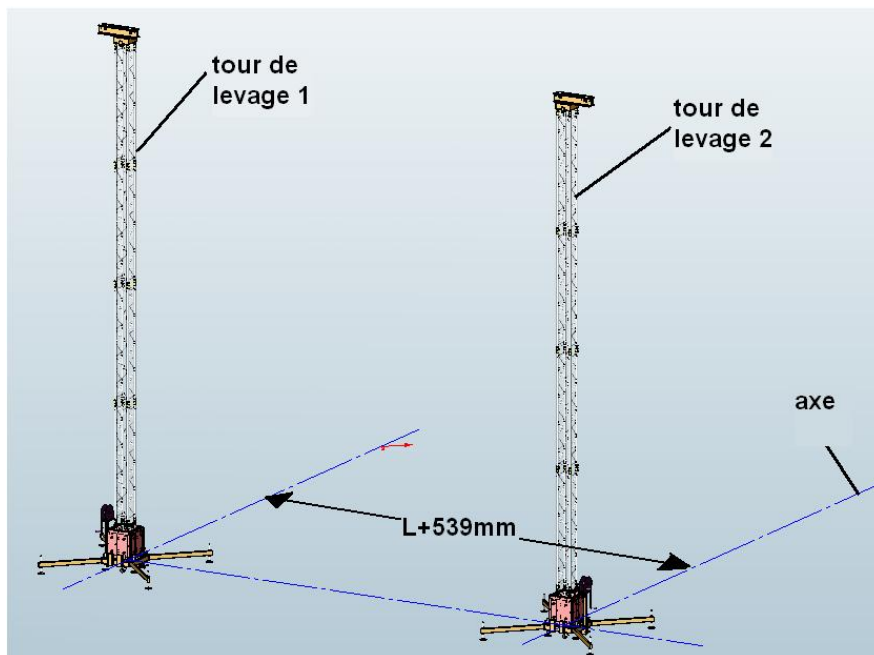

fig.2
- b) Positionner la deuxième tour sur un des axes à $L + 539\text{mm}$ de la tour 1, L étant la longueur d'un linéaire choisi, puis retracer au sol un axe perpendiculaire à ce dernier (fig.2).